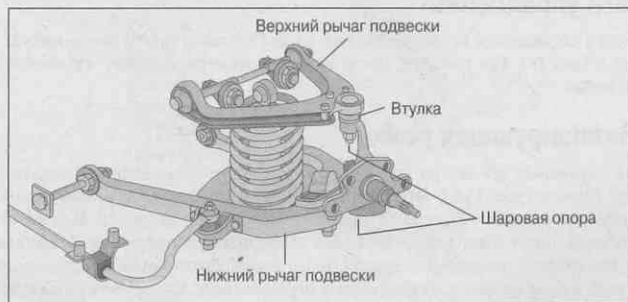

Рис. 11.3. Двухрычажная конструкция подвески
- ✓ **Двухрычажная подвеска.** Ее еще называют *подвеской с коротким и длинным рычагами*. В этой системе используется верхний короткий и нижний длинный рычаги управления, которыми колесо крепится к кузову. Рычаг управления позволяет колесу двигаться вверх и вниз, наподобие дверной петли, с помощью которой дверь закрывается и открывается. Кроме того, резиновые втулки на внутренних концах и шаровые опоры на внешних концах рычага управления позволяют колесу поворачиваться (рис. 11.3).
Рычаги управления показаны на рис. 11.3. Слышали ли вы когда-нибудь о многорычажной подвеске? Так говорят, когда колесо крепится к кузову автомобиля более чем одной связью.